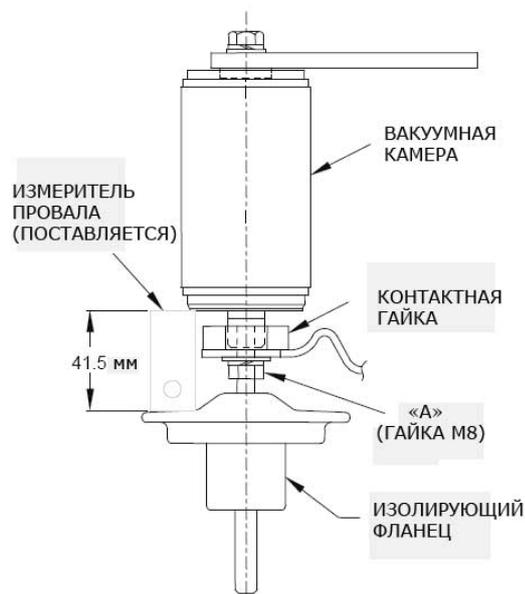

Рис. 11 Регулировка зазора главного контакта
- 2) Как показано на рис. 11, поворачивайте изолирующий фланец до тех пор, пока расстояние не будет 41,5 мм или используйте прилагаемый измеритель провала.